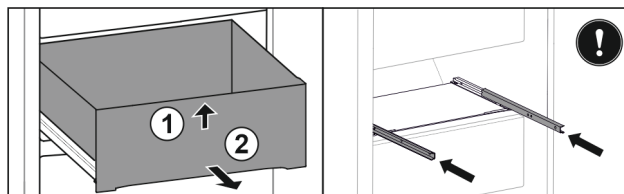

Fig. 53
- ▶ 抬起抽屉前部。 Fig. 53 (1)
- ▶ 朝前取出抽屉。 Fig. 53 (2)